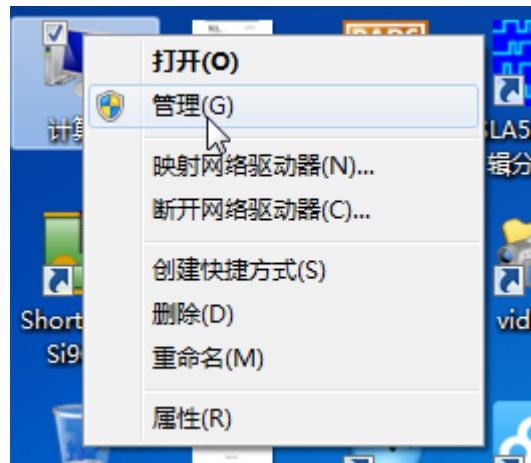

图 3-1 管理计算机
- a) 如图 3-1 所示，在“计算机”图标上点击鼠标右键，在菜单中选择‘管理’。